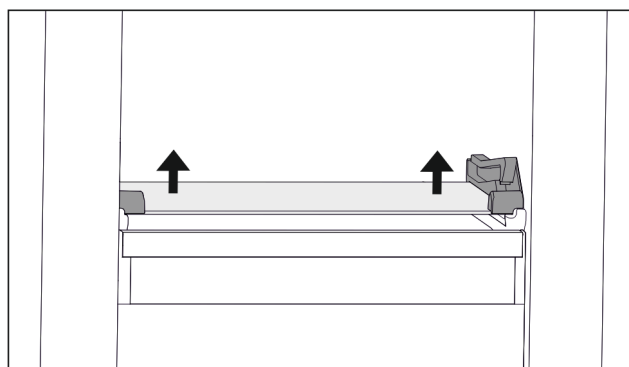

Fig. 70 Steklena plošča nagibnega predala
- ▶ Stekleno ploščo na obeh straneh potisnite od spodaj navzgor. (glejte Fig. 70)